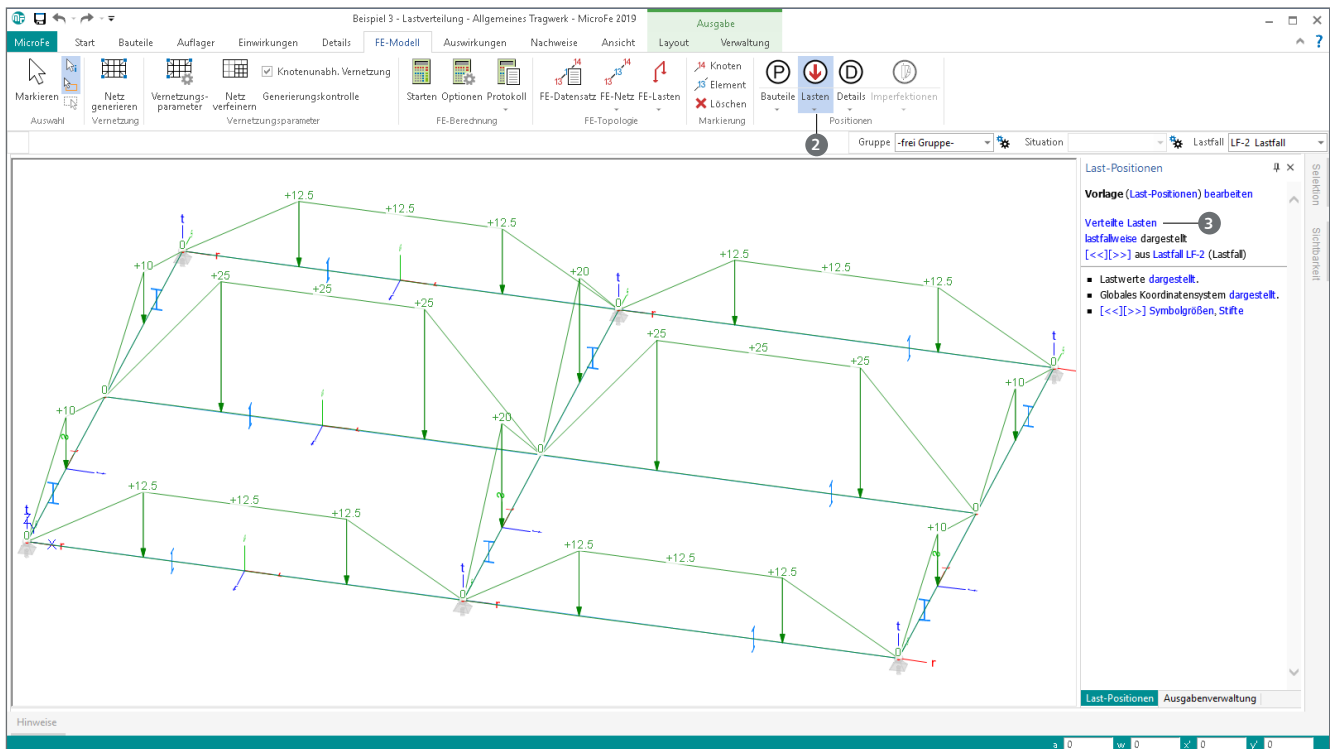
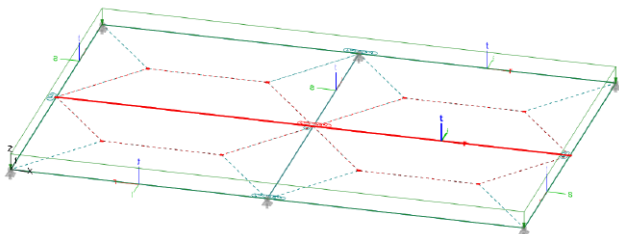

Bild 11. Darstellung der verteilten Lasten in MicroFe
Bild 12. Trägerrost mit polygonalen Lasteinflussflächen
Bild 12 zeigt die im LastverteilungsEditor individuell erzeugten Einflussflächen. Nach dem Wechsel zu „individuelle Einflussbreiten“, über die Eigenschaften der Lastverteilungslinien, können die Einflussflächen intuitiv grafisch definiert werden.
Die linienförmig verteilten Lasten im FE-Modell spiegeln die definierte Lasteinflussfläche in ihrem Verlauf wieder. Bild 11 zeigt die verteilten Lasten, die infolge der Lasteinflussflächen aus Bild 12 erzeugt wurden.
Die in Bild 11 gezeigte grafische Darstellung der verteilten Lasten wird über das Register „FE-Modell“, Schaltfläche „Lasten“ ②, erreicht. Im Fenster „Last-Positionen“ ist zusätzlich die Darstellung „Verteilte Lasten“ ③ auszuwählen. Darüber hinaus wurde in Bild 11 die Darstellung auf den Lastfall „LF-2“ begrenzt sowie die Anzeige der Lastwerte gewählt.